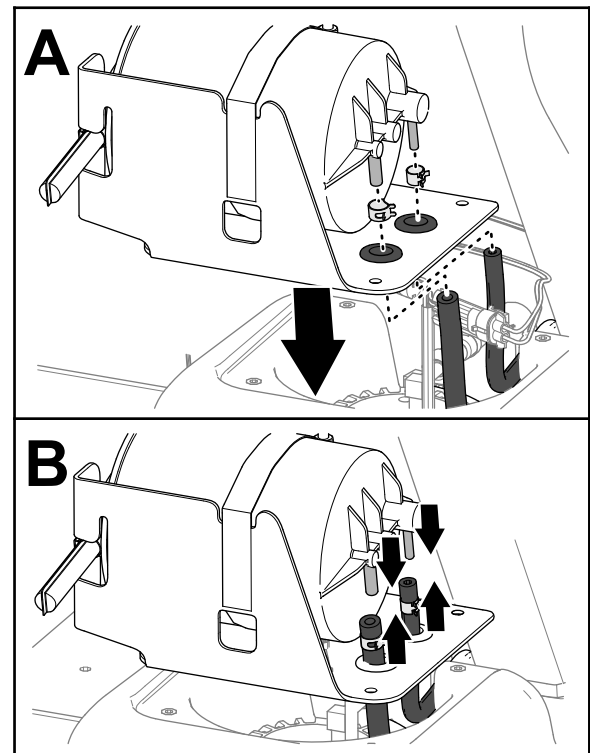

Figura 90
1. Pase las mangueras del depósito de combustible por los anillos de goma del soporte del cartucho de carbón (Figura 90).
2. Coloque las abrazaderas sobre las mangueras (Figura 90).
3. Conecte las mangueras a los acoplamientos del cartucho de carbón (Figura 90).